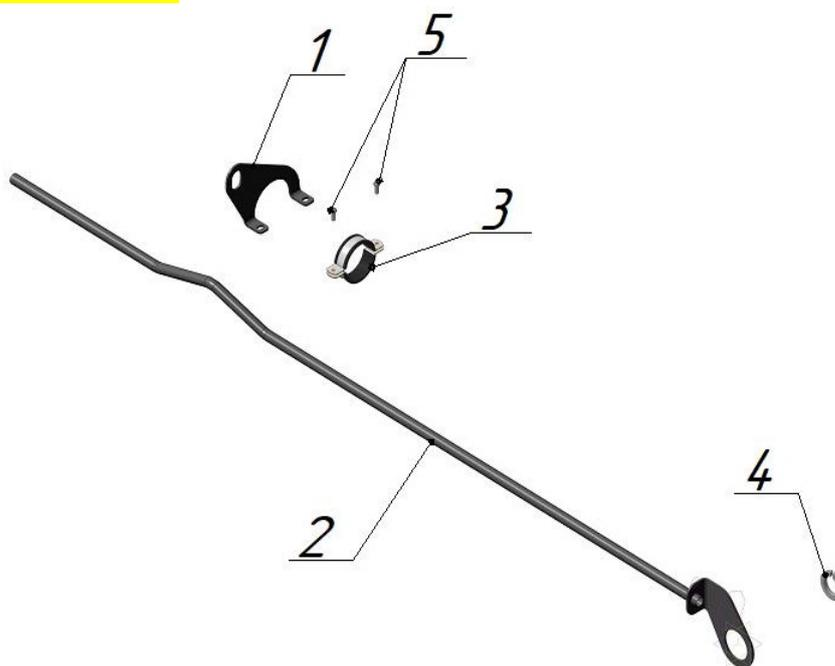

Рис. 3.8 - БЗ-V.00.600 Указатель уровня ковша
3.8. Состав указателя уровня ковша БЗ-V.00.600 приведен на рис. 3.8 и в таблице 3.8.